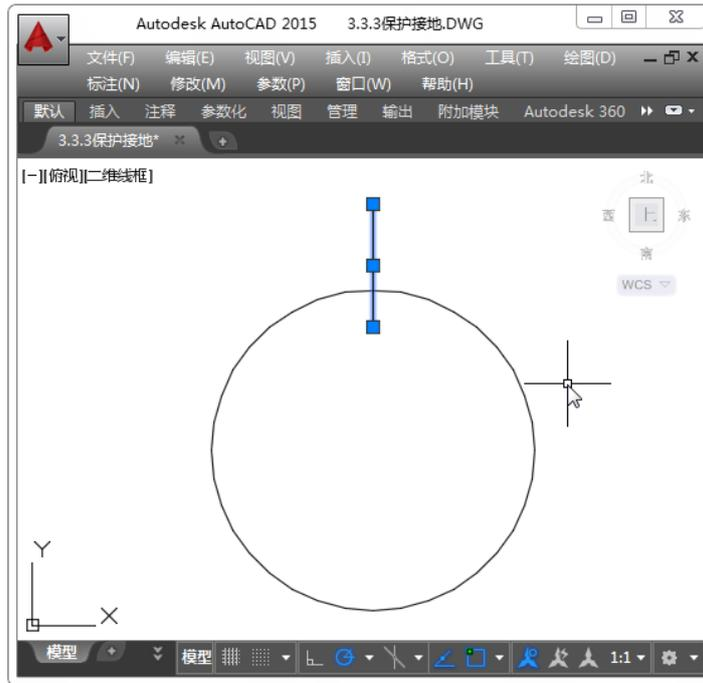

图 3-54 绘制直线
Step03: 执行【直线】命令，沿圆的顶部象限点向下 3 个单位，指定直线端点，向上绘制线段长度为 10 的竖线，如图 3-54 所示。